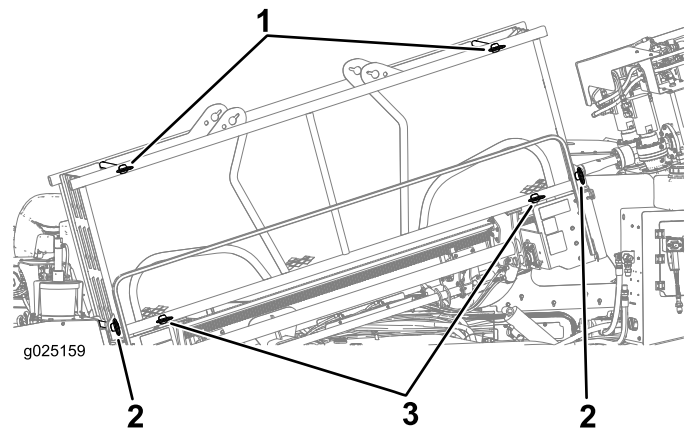

Figure 35
2. Vérifiez que les goupilles avant et arrière supérieures et inférieures du porte-tiges sont en place (Figure 35).